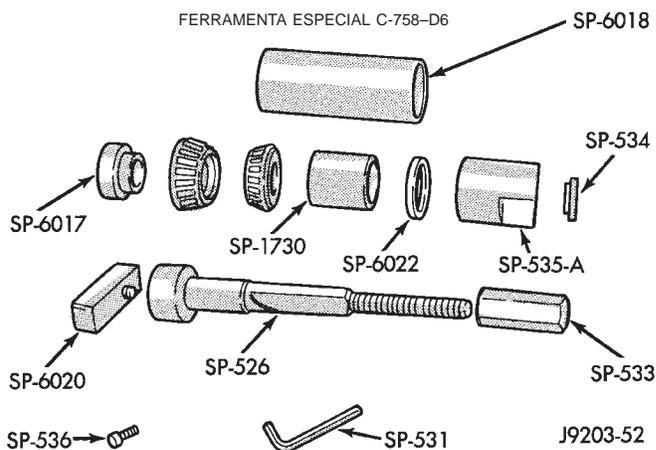

Fig. 75 Ferramentas de Ajuste do Pinhão do Eixo de 9 1/4
- (1) Instale a capa do rolamento do pinhão dianteiro. Utilize o Instalador D-129 e o Cabo C-4171.
- (2) Instale a capa do rolamento do pinhão traseiro. Utilize o Instalador C-4310 e o Cabo C-4171.
- (3) Utilize o Conjunto do Mostrador de Ajuste da Engrenagem do Pinhão C-758-D6 (Fig. 75).
- (4) Posicione o Espaçador SP-6017 sobre o eixo SP-526.
- (5) Posicione o rolamento traseiro do pinhão no eixo.
- (6) Posicione as ferramentas (com rolamento) no alojamento.
- (7) Instale Luva SP-1730.
- (8) Instale o rolamento dianteiro do pinhão.
- (9) Instale o Espaçador SP-6022.
- (10) Instale a Luva SP-535A, a Arruela SP-534 e a Porca SP-533.